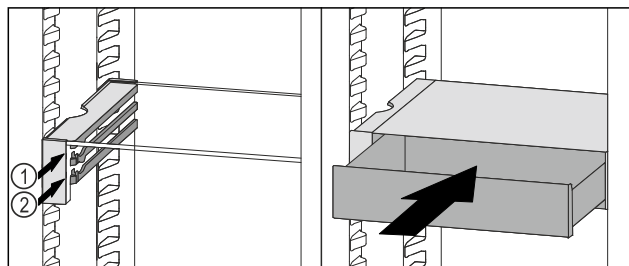

Fig. 176
- ▶ 将 VarioSafe 抽屉放置在所需肋梁 Fig. 176 (1) 或 Fig. 176 (2) 上的止挡器后面。